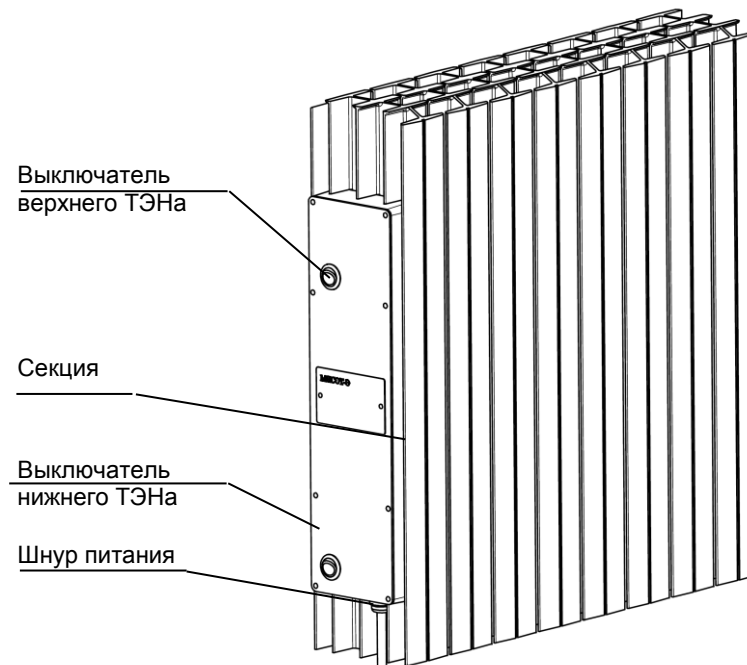

Рис.1 Внешний вид и расположение органов управления
5.2 Внешний вид и расположение органов управления электроконвекторов показаны на рис. 1.